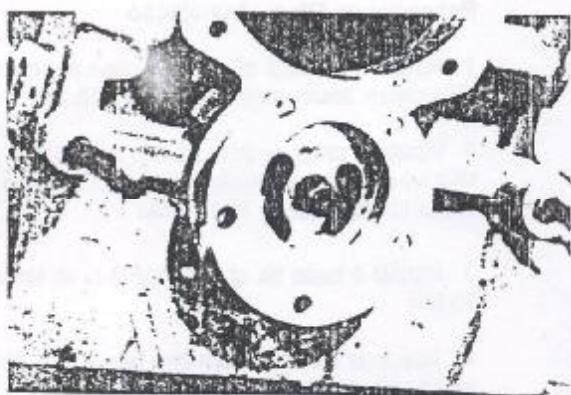

Figura 1.15.5 - Remoção da carcaça da bomba de óleo
5. Remover a carcaça da bomba de óleo, cuidadosamente de modo a não danificar o flange da mesma (Figura 1.15.5), remover o anel de vedação entre a carcaça e bloco do motor